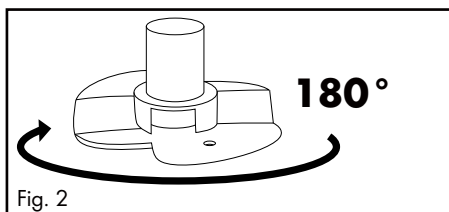
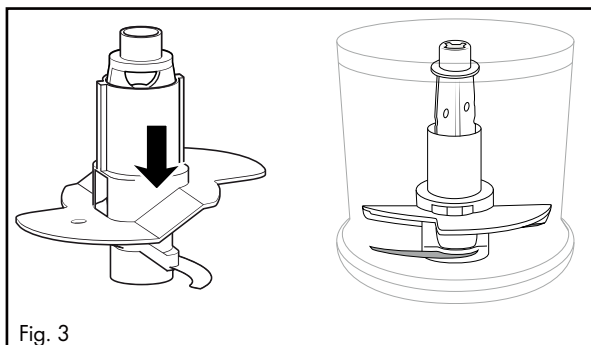

Fig. 2
Fig. 3
- Per 200 ml di panna ruotare la frusta **10** in orizzontale di 180° (Fig. 2) in modo tale che essa poggi solo su una lama **7** e si innesti in posizione (Fig. 3). In tal modo la frusta attraversa la panna in una posizione superiore: